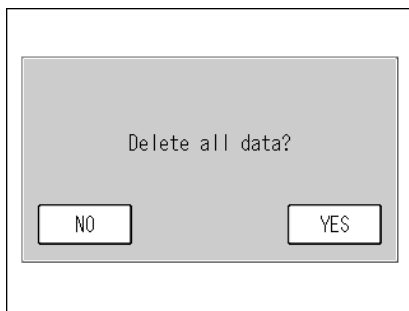

Fig. 50 Meldung Daten werden gelöscht
- [DELETE]: Ruft das Meldungs-Fenster zum Löschen von Daten auf (Fig. 50 auf Seite 40).